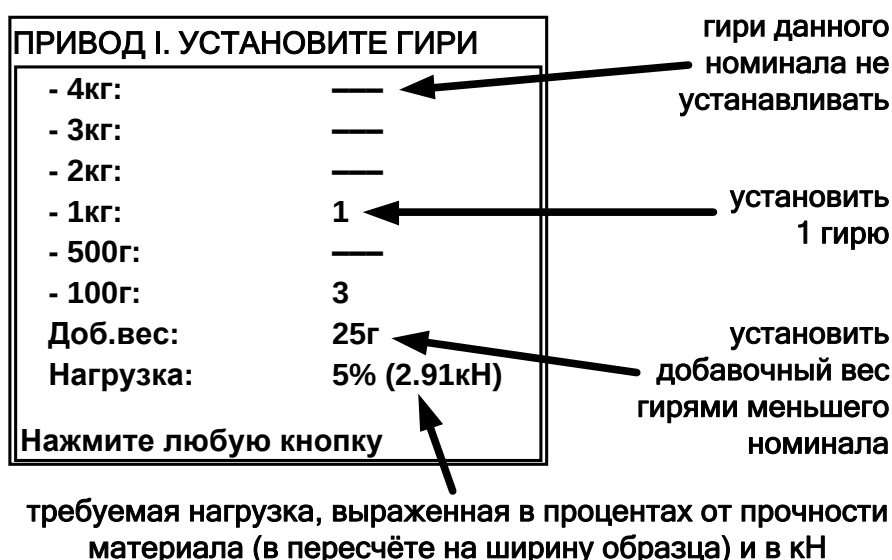

Рисунок 9 – Подсказка при установке грузов заданному значению нагрузки
4.4.2.7 Для определения необходимого груза в меню параметров образца (см. п. 4.4.1 настоящего руководства) выбрать параметр «Нагрузка, %»; нажать [Режим], задать необходимое значение, нажать [Пуск]. При этом появится сообщение, в котором указываются номиналы и количество гирь, которые необходимо установить для обеспечения требуемой нагрузки на выбранный привод (см. рисунок 9).